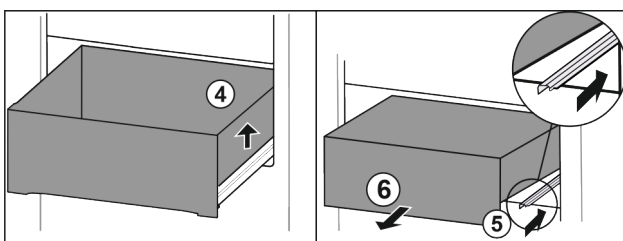

Fig. 78
- Sollevare il cassetto a destra. Fig. 78 (4)
- Inserire la guida destra. Fig. 78 (5)
- Rimuovere il cassetto tirandolo in avanti. Fig. 78 (6)